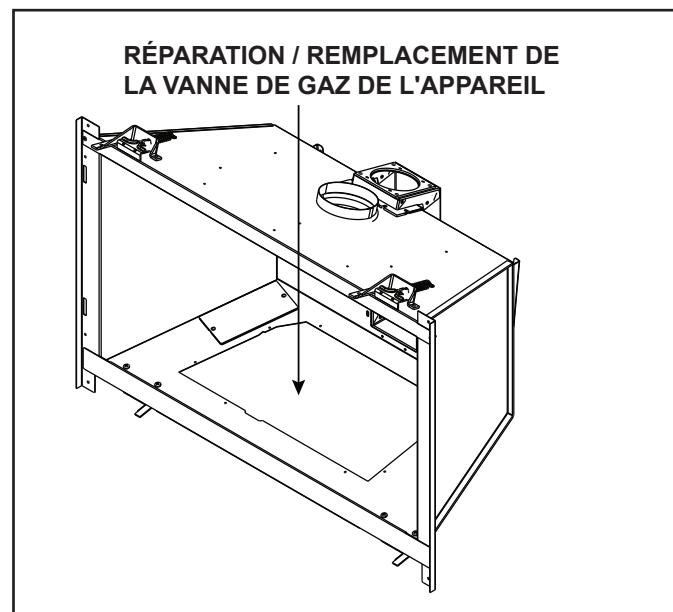

Figure 7.6 Détails sur la vanne de gaz
- Voir la figure 7.6.
- Retirez la façade de l'appareil, la vitre, les registres, le plateau de base, le module du brûleur et la plaque de vanne. Voir la figure 7.6.